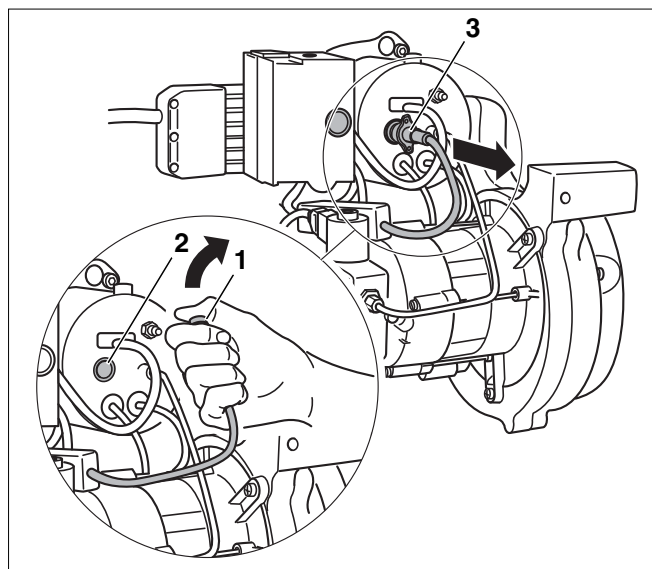

Fig. 37 Comprobación del funcionamiento del detector de llama
- Separe la fotocélula del soporte con el quemador en funcionamiento tirando del mando previsto para tal fin (fig. 37, **pos. 3**).
- Cubra la fotocélula (fig. 37, **pos. 1**). Después de la nueva conexión debe producirse una desconexión por fallo.
- Después de un tiempo de espera de aprox. 30 segundos desbloquee el programador de combustión pulsando la tecla contra perturbaciones (fig. 37, **pos. 2**).